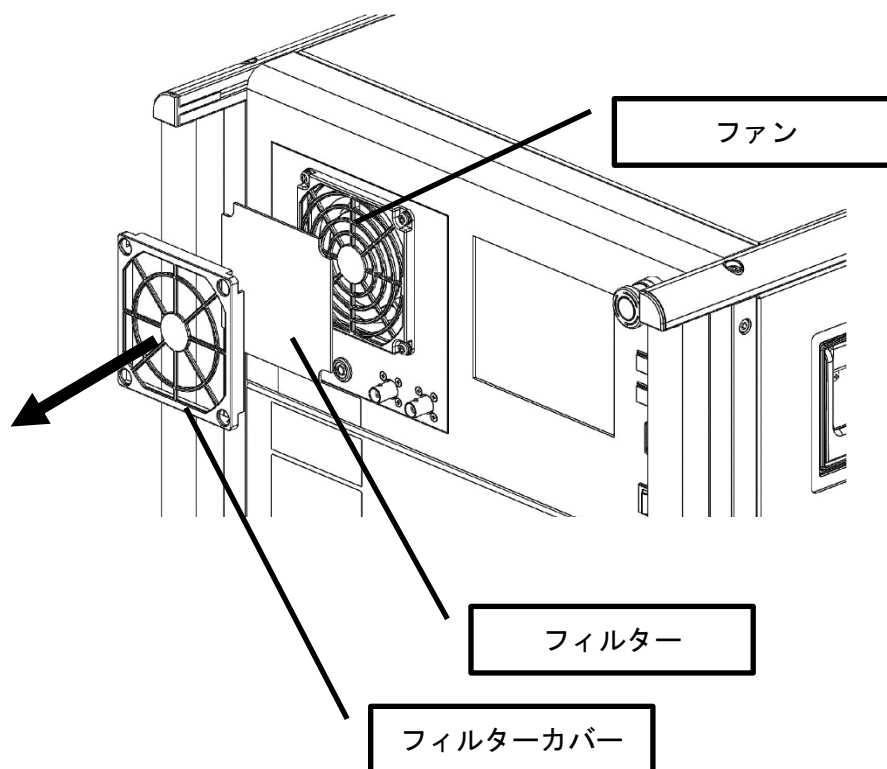

図 7-2 フィルター交換
- フィルターカバーを手前に引いて外して、フィルターを交換してください。（図 7-2 参照）